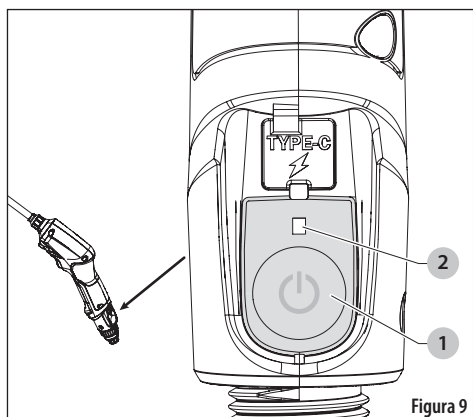

Figura 9
1. Coloque el botón de encendido (1) en la posición de encendido (ON). Se enciende una luz (2) encima del botón de encendido para indicar el nivel de la batería. Vea la *Figura 9*.